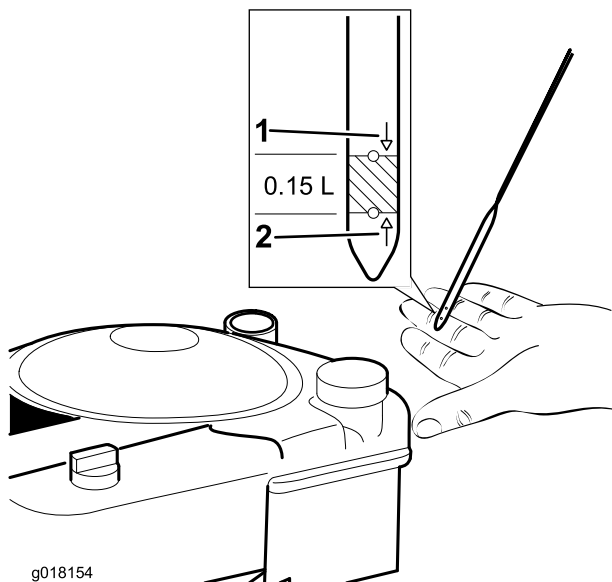

Bild 10
3. Wenn der Ölstand zu niedrig ist, gießen Sie **langsam** etwas Öl in das Einfüllstutzen, warten Sie ein paar Minuten und prüfen Sie den Ölstand am Ölpeilstab, wischen Sie den Peilstab ab und setzen Sie den Peilstab in das Rohr (Bild 10).
4. Füllen Sie den Motor mit Öl, bis der Peilstab angibt, dass der Ölstand richtig ist, wie in Bild 10 abgebildet.